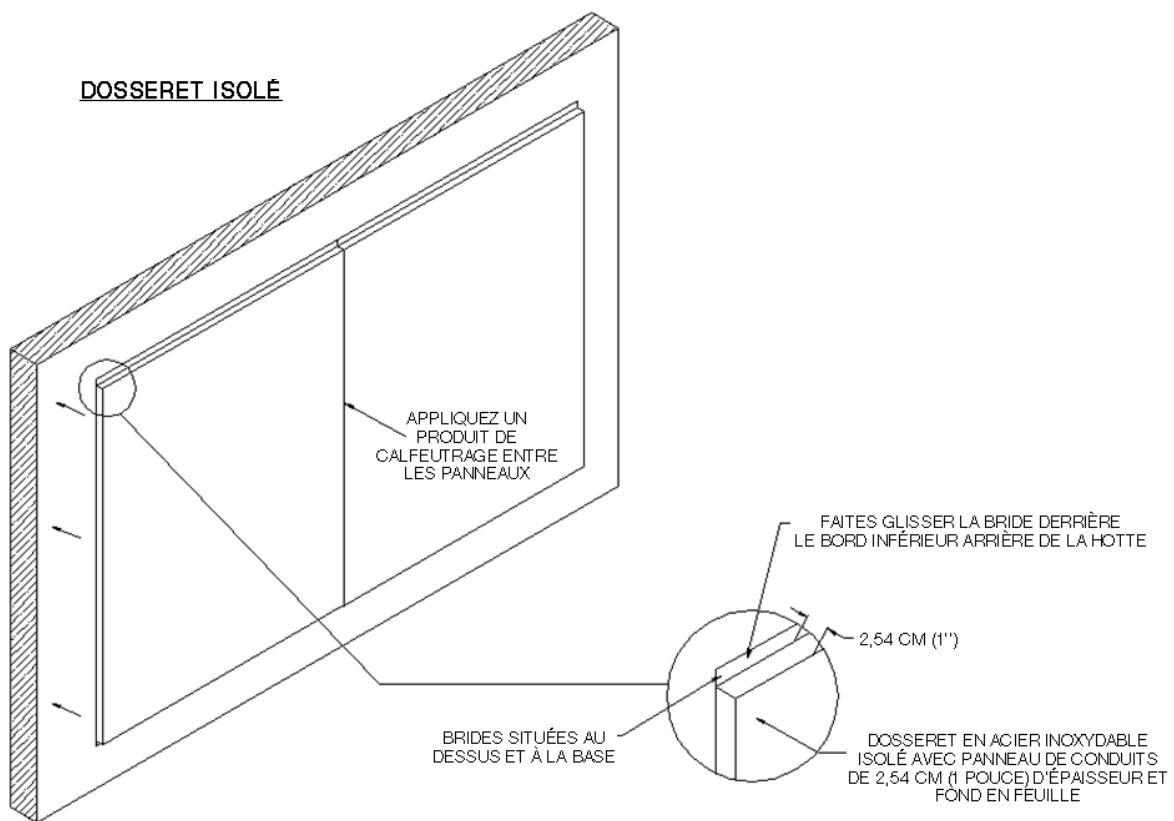

Figure 20
2. Faites glisser la bride supérieure derrière le bord arrière inférieure de la hotte. Fixez la bride inférieure au mur à l'aide de vis à tôle inoxydables. **Voir la figure 20.**